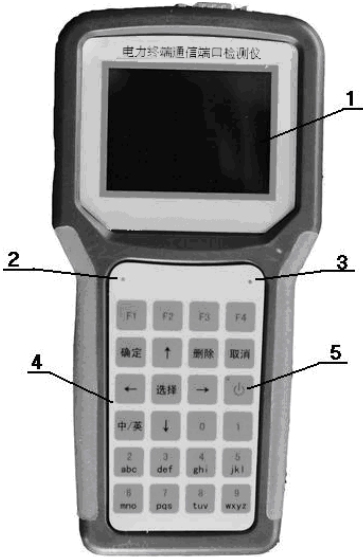
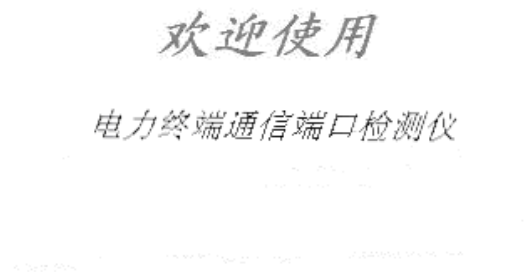

图 1 面板
图 4 开机欢迎界面
面板布置如图 1、2、3 所示：
按下开关键（图 1：5），待绿色指示灯点亮松开按键，仪器首先进入如图 4 所示开机画面。
- a) 在开机状态下按下开关键（图 1：5），待绿色指示灯点灭松开按键，仪器关闭。
主菜单（如图 7）是本仪器的主控室，需要什么功能只要按下相应的图标即可。一般来说相应功能模块完成任务后都回到主菜单。仪器退出开机欢迎画面（图 4）后直接进入。